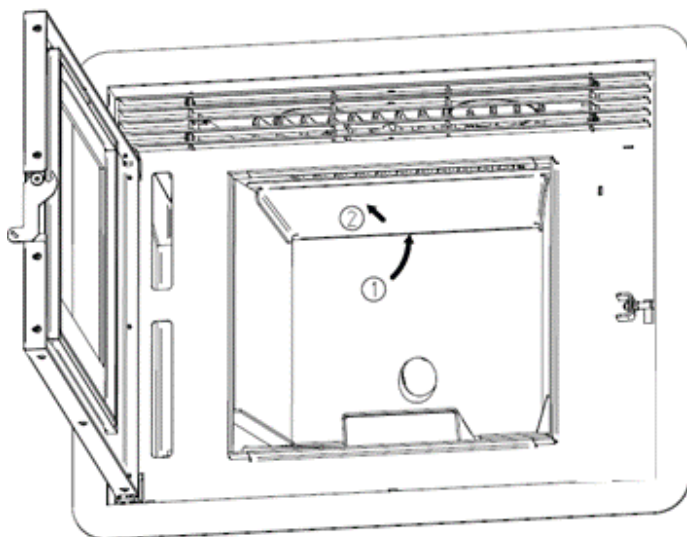

Figura 46 – Remoção da chapa defletora
- Para remover a defletora que se encontra instalada na parte superior da câmara de combustão será necessário mover a primeira ligeiramente para cima (movimento 1 da Figura 46 na parte anterior da mesma fazendo-a deslizar de seguida sobre a vermiculite.